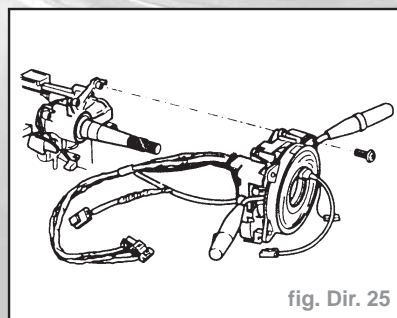

fig. Dir. 25
- le commutateur combiné avec l'unité de contact de la colonne de direction (quatre vis) (fig. Dir. 25).
- le commutateur combiné avec l'unité de contact sur la colonne de direction, s'assurer de la position de la direction est en ligne droite (fig. Dir. 25),